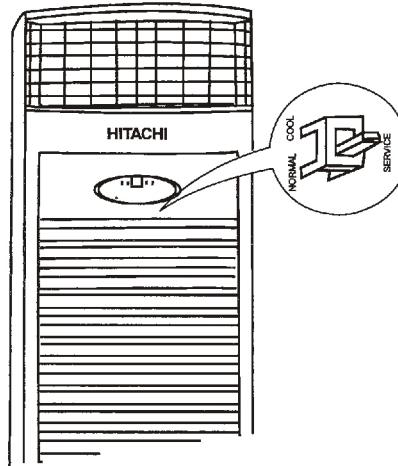

图 15
- (1) 此开关（如图 15）为仅供安装人员安装后检验试机用的连续运转开关，平时用户不能使用此开关。
- (2) 当使用此开关后，应急开关及遥控器将不能控制机组。
- (3) 试机后应确保此开关处“NORMAL”（正常）位。